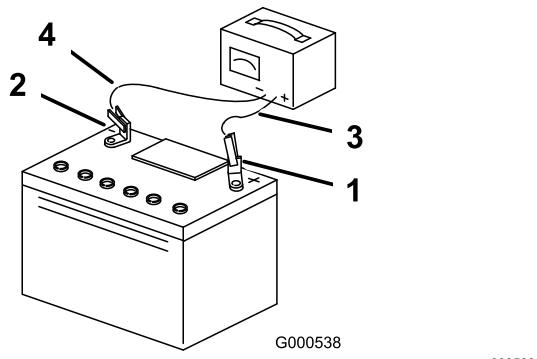

図 49
5. 充電が終わったら、チャージャのプラグをコンセントから抜いてから、チャージャのリード線をバッテリー端子から外す **図 49**。